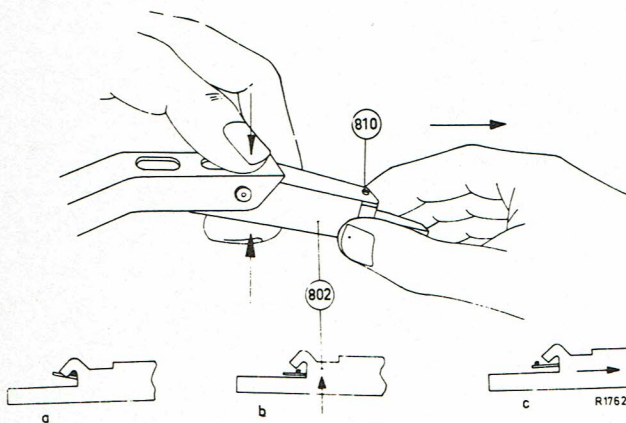

Fig. 24
2. Pousser le support de tête 802 vers le haut avec l'annulaire de la main gauche (voir fig. 24).